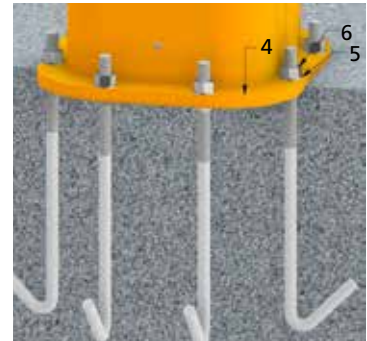
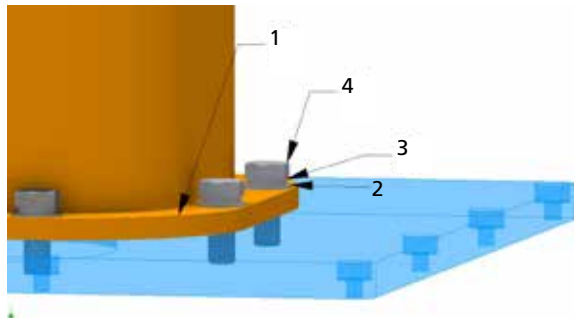

fig.27
fig.28
3. Erga la columna sin el brazo, levantándola por la parte superior con el equipo adecuado; después de haberla eslingado como se indica, móntela en el marco de fundación colocando correctamente la placa de base 4 y acerque las tuercas 6, interponiendo antes las arandelas planas 5 (fig. 27).
2. Monte la columna sin brazo, levantándola por la parte superior con un equipo adecuado después de haberla sujetado con eslingas tal como se indica, instálela en la contraplaca colocando correctamente la placa base 4 y fíjela con el kit suministrado con la contraplaca (fig. 28) (prosiga con el punto 4)
Donati Sollevamenti SRL declina toda responsabilidad en caso de fijaciones distintas de las indicadas en las Fig. 27 y Fig. 28.